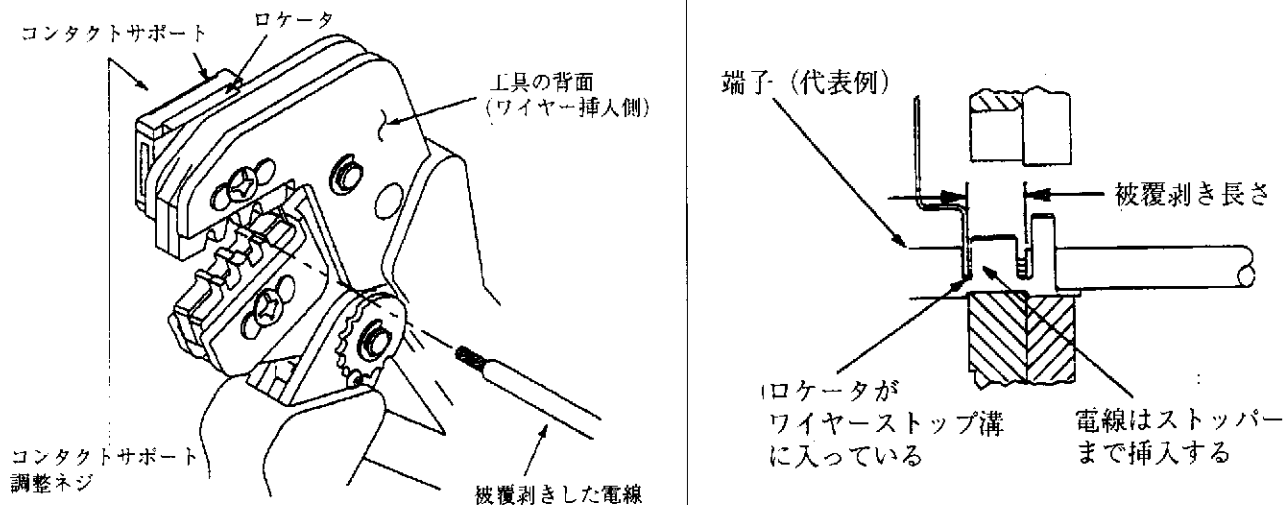

Fig. 3
4. コンタクトサポートの調整 (Fig. 3)
Fig. 1 を参照し、使用する電線の電線サイズ、被覆外径を選択して下さい。また、Fig. 1 に示された長さに従って電線を被覆剥き（ストリップ）して下さい。この際電線に傷を付けたり心線を切らないように注意して下さい。適用する端子を選び、工具に刻印されたマークに従って正しい圧着位置を決定します。Fig. 3 を参照し、以下の手順で圧着して下さい。
3. 端子の位置決めをします。勘合側がロケータ側に来て、パレルの”U”字が上を向くようにして端子をアンピルの上に置きます。Fig. 3 を参照して下さい。ロケータがワイヤパレルの先端に当たるようにします。
- 被覆剥きした電線を端子のバレル部に挿入します。Fig. 3 に示す様にストッパーに当たるまで挿入して下さい。